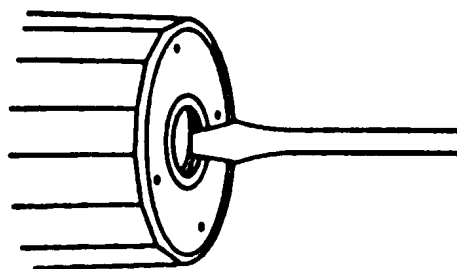

РИС. 6
- Осторожно отвернуть винт для удаления воздуха (рис. 6)
- Двигатель заблокирован, например, из-за загрязнений в его проточной части. Устранение: выкрутить винт для отвода воздуха и освободить ротор насоса проворачиванием его при помощи отвертки (рис. 6).